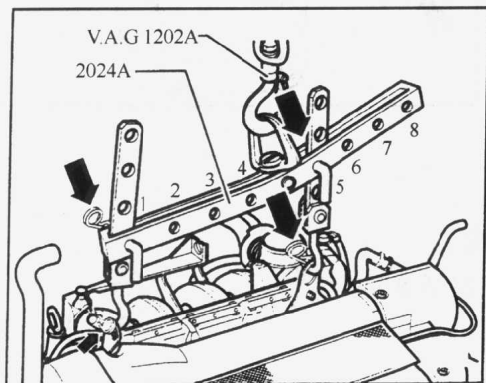

图 2-6
24) 如图 2-6 所示, 嵌入悬挂工具 2024A 并用车间用起重机 V.A. G1202A 略微抬起。皮带轮侧: 带孔吊架臂第 1 个孔。飞轮侧: 带孔吊架臂第 5 个孔。注意: 在挂钩和定位锁上使用防松销(箭头所示)。拱形支架上标记 1~4 的插拔位置指向皮带轮, 带孔吊架臂的孔由挂钩处数起。